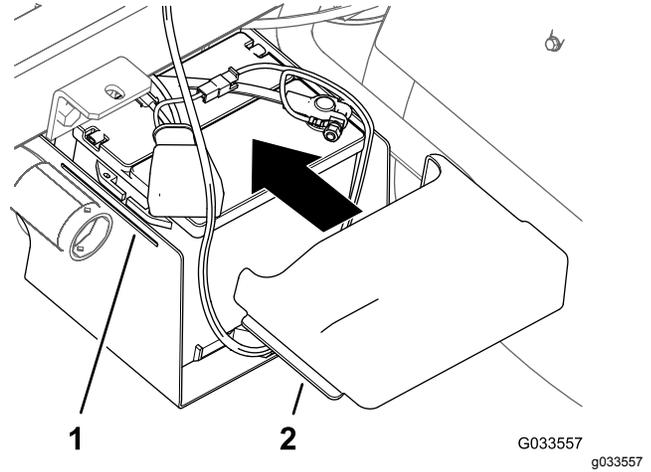

Bild 33
- Drücken Sie die Seiten der Batterieabdeckung zusammen, fluchten Sie die Nasen der Abdeckung mit den Schlitzen im Batterieunterteil aus, und lassen Sie die Batterieabdeckung los (Bild 33).